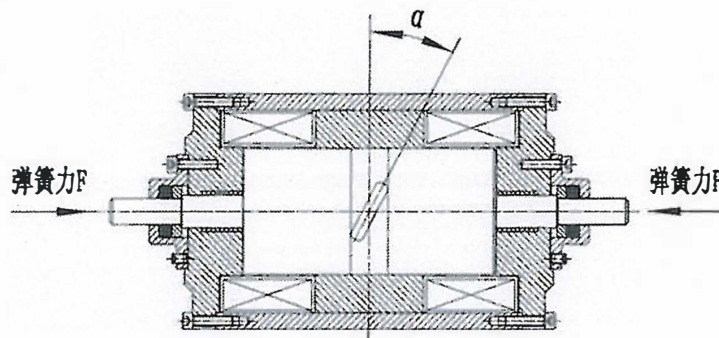

图 1 松闸角度
1、 我司鼓式制动器，手动松闸角度 $\alpha <$ 自锁角度，手动松闸后，可以自动复位，如下图1。